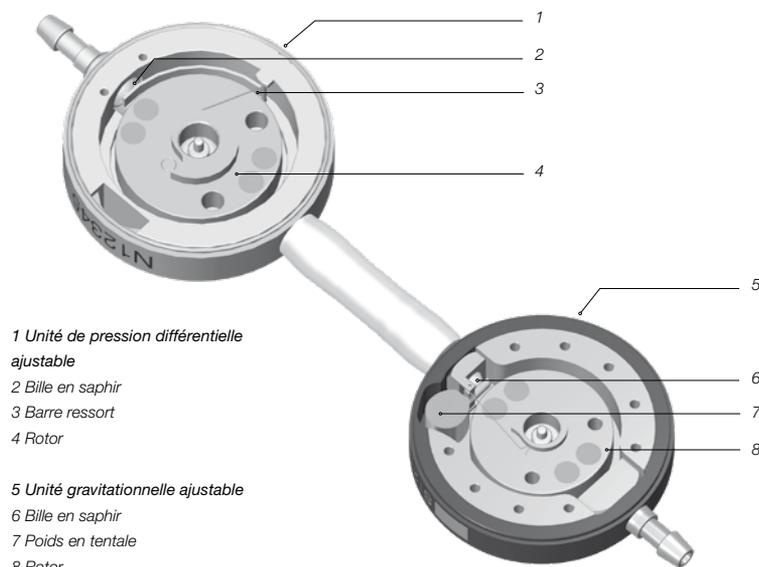

Fig. 1: Vu en coupe de la M.blue plus
*M.blue plus* est une valve fabriquée en titane. Elle se compose d'une unité de pression différentielle ajustable (également appelée ci-après *proGAV 2.0*) et d'une unité gravitationnelle ajustable (également appelée ci-après *M.blue*) (fig. 1). L'unité de pression différentielle ajustable située dans la partie proximale de la valve (1) se compose d'un robuste boîtier en titane dans la partie avant duquel a été intégrée une valve de bille-dans-cône confirmée (2). Une barre ressort (3) définit la pression d'ouverture de cette unité. Via un rotor (4) en appui rotatif, il est possible d'ajuster à travers la peau la précontrainte du ressort, donc la pression d'ouverture de la valve.